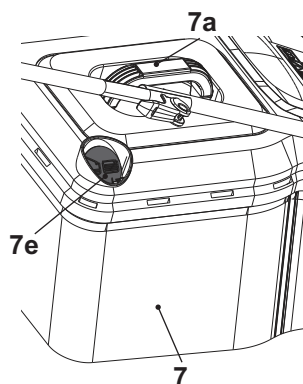

Fig. 16
2. Lorsque la trappe (7e) est fermée, le bac de ramassage est plein et doit être vidé (Fig. 16).